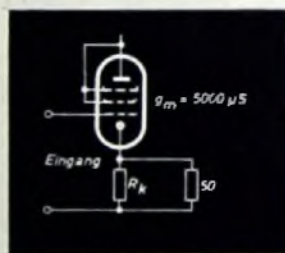

Bild 8. Katodenfolger mit einer als Triode geschalteten Pentode
In der Impulstechnik ist die Lastimpedanz oft sehr klein, zum Beispiel 50 Ohm. Berechnet man dafür den Katodenwiderstand mit den angegebenen Werten, so erhält man $R_k = 56 \text{ Ohm}$ und $V = 0,1$. Die Verstärkung nimmt also bei Verkleinerung der Ausgangsimpedanz ab. Durch Verwendung einer Pentode kann man diesen Wert jedoch erheblich verbessern, da Verstärkungsfaktor und Transkonduktanz bei Pentoden größer sind. Bild 8 zeigt eine
Schaltung, bei der die Pentode zwar als Triode geschaltet ist, ihre Verstärkung und Transkonduktanz sind aber immer noch größer als die einer Triode. Mit den im Bild 8 angegebenen Werten ergibt sich nach Gl. (14)